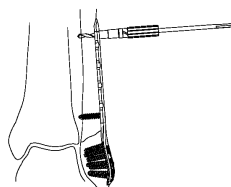

図 19
スクリューホールに 2.5 ドリルスリーブ (S) 2 を取り付け、2.5 ドリルにてドリル先端が対側皮質から 2mm 程突出するまでドリリングします。(図 19)